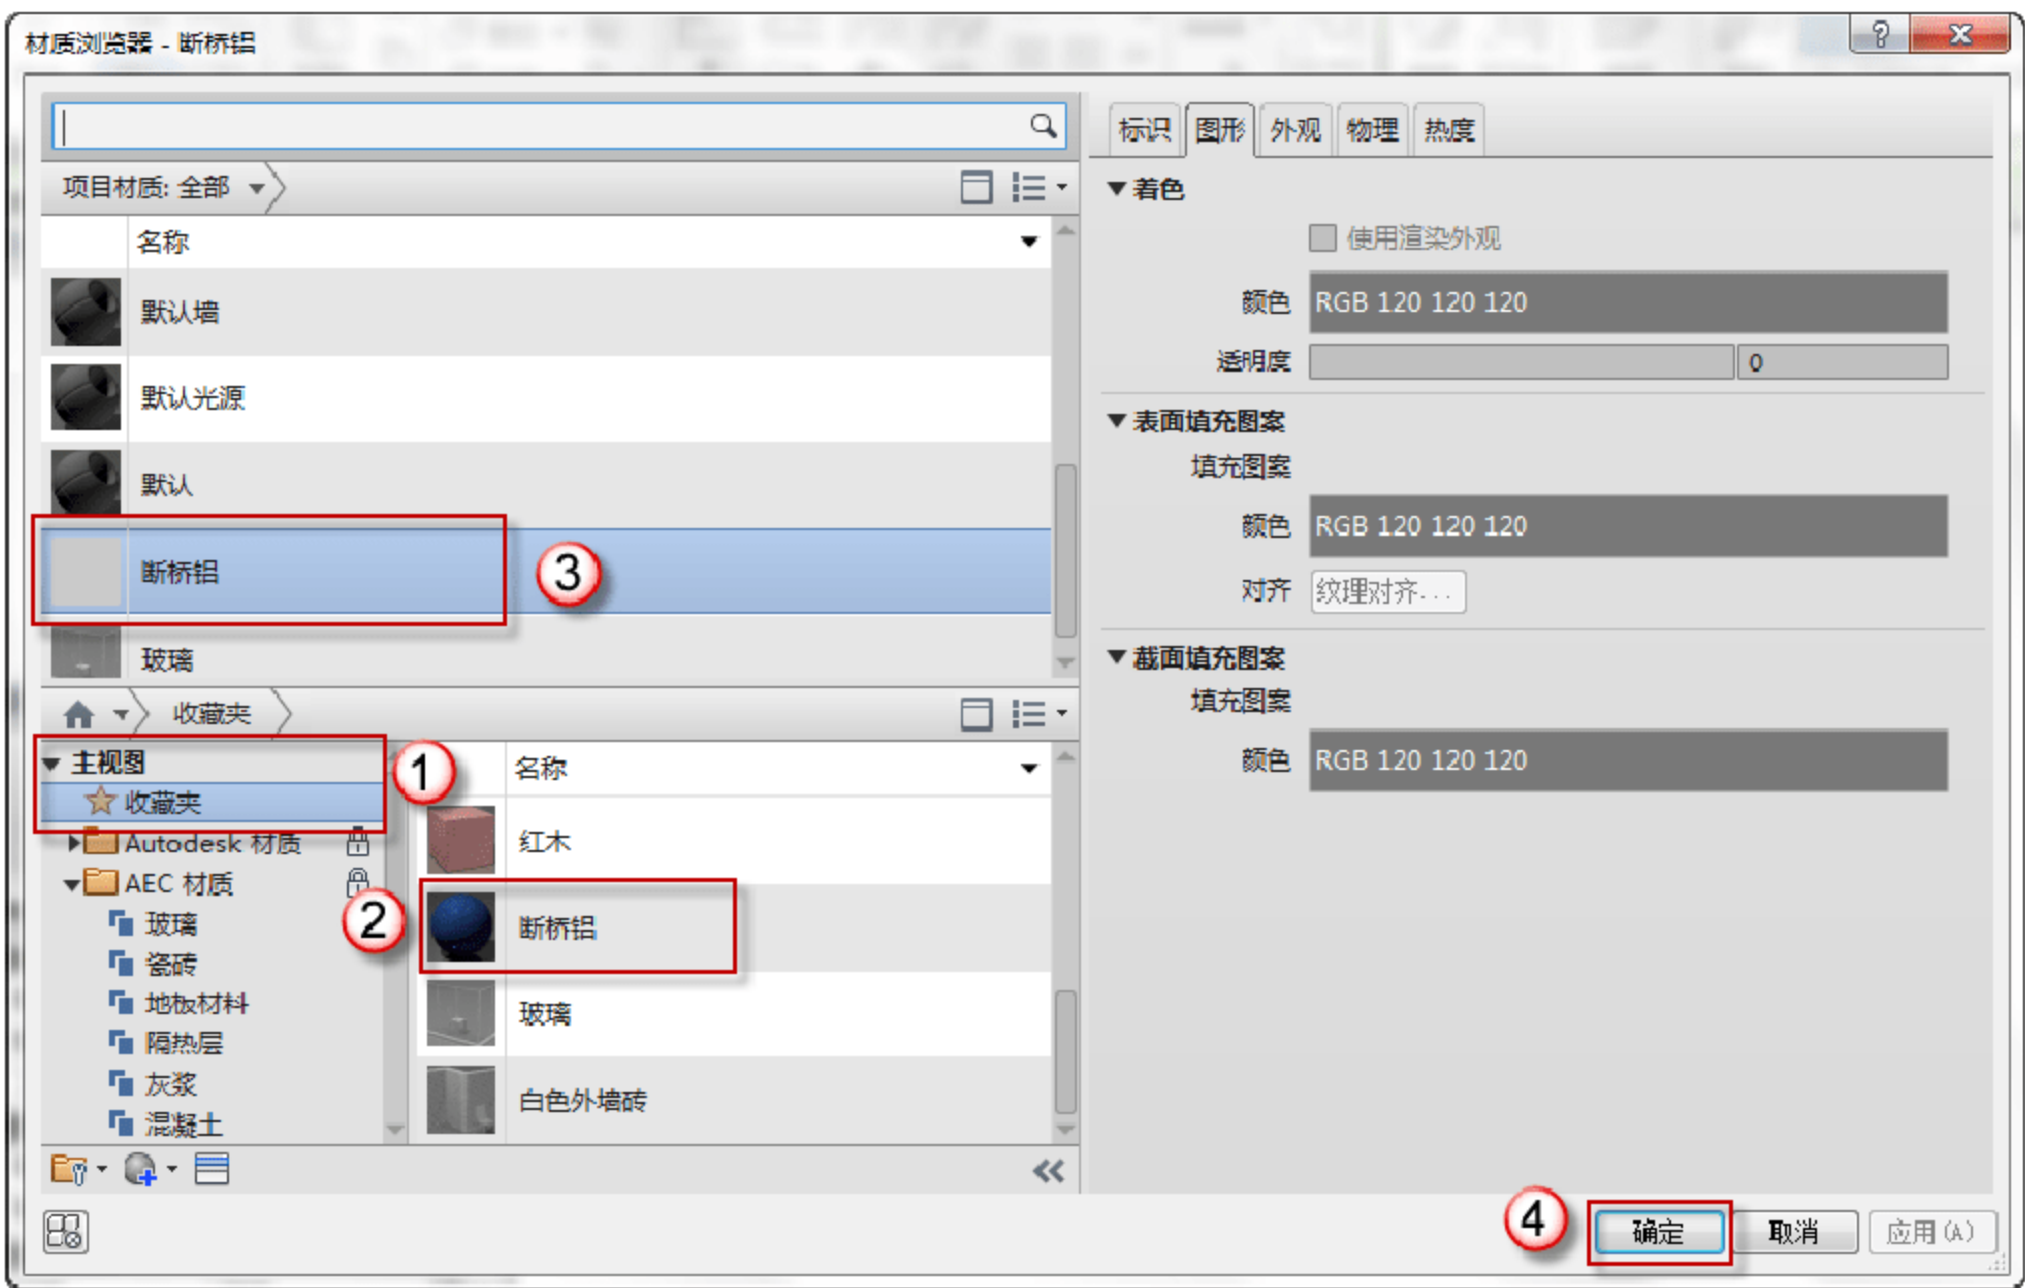

图 7.1.20 添加“断桥铝”材质
(18) 添加“断桥铝”材质。单击“族类型”按钮，弹出“族类型”对话框，单击“材质和装饰”栏“门窗框材质”后的“<按类别>”按钮，弹出“材质浏览器”对话框，选择“主视图”→“收藏夹”→“断桥铝”选项，双击“断桥铝”材质，单击“材质浏览器”对话框中的“确定”按钮，如图 7.1.20 所示。